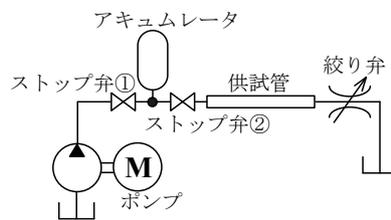
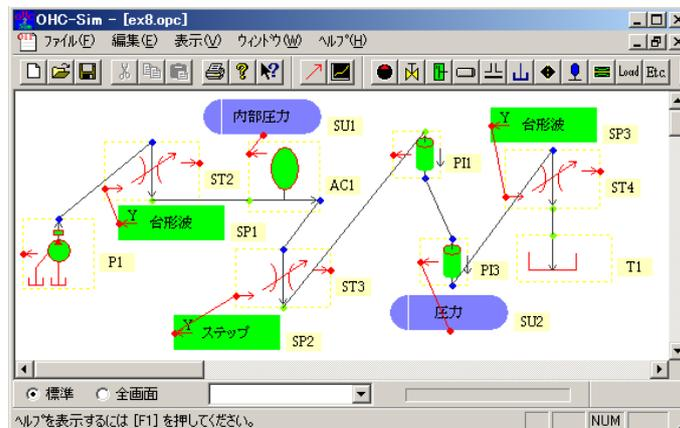

図1 油圧回路
図2 OHC-Sim編集画面
図1に示した油圧回路において、下流端を絞り弁により急閉鎖する場合を考える。まず、ストップ弁①を開き、ストップ弁②を閉じ、ポンプよりアキュムレータに作動油を充填する。次いで、ストップ弁①を閉じ、ストップ弁②を開き、アキュムレータより作動油をタンクに放出する。流れが十分定常になった後、絞り弁を急閉鎖し供試管出口圧力の変化をシミュレートする。
この回路をOHC-Simで編集すると図2のようにになる。ここで、ポンプからストップ弁①までの管路の容積はポンプの容積に含めた。ストップ弁①からアキュムレータ、アキュムレータからストップ弁②の管路容積は、アキュムレータの容積に含めた。ここで「PI3」という名前がつけられている管路が図1で示した供試管である。「PI1」は容積のみをモデル化した短い管路である。この管路はOHC-Sim上で対象とした回路を編集する際に、各素子間での接続を成立させるために必要となる。なお、「PI3」に接続されているセンサーで検出している圧力は供試管出口圧力である。